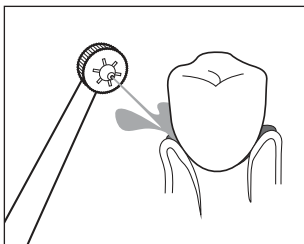
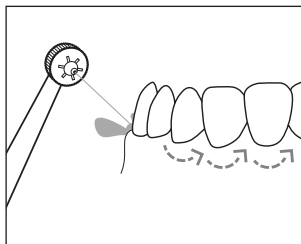

Fig. 8
Fig. 9
- Pentru a evita stropirea, porniți unitatea manuală ④ numai în gură.
- ◆ Porniți unitatea manuală ④ prin poziționarea comutatorului Pornit/Oprit I/O pentru jetul de apă ③ de pe unitatea manuală ④ pe I.
- ◆ Pentru curățare direcționați jetul de apă spre spațiile interdente și marginile dinților. Țineți duza atașabilă ② astfel încât jetul de apă să poată îndepărta resturile de mâncare de pe gingii (a se vedea fig. 8). Mișcați duza atașabilă ② încet de-a lungul marginilor dinților, de la un spațiu interdental la următorul (a se vedea fig. 9). Curățați astfel toate părțile interioare și exterioare ale dinților.